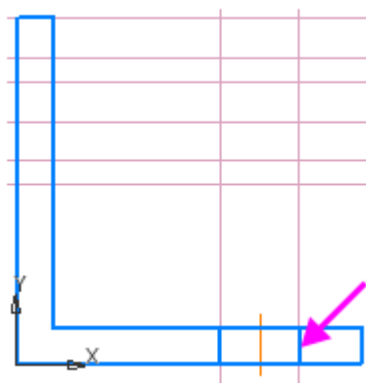

Рисунок 4
- Начертите по ним два отрезка командой Отрезок . (рисунок 4)